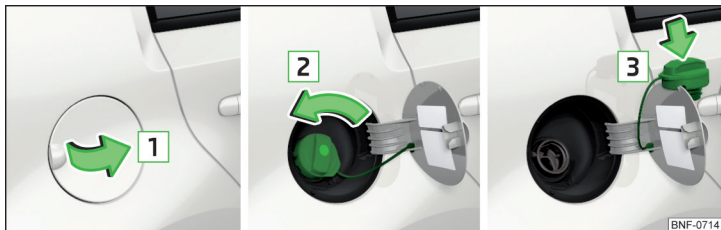

Fig. 133 Abrir a tampa do depósito / desenroscar a fechadura do depósito / encaixar a fechadura do depósito na tampa do depósito
- Rebatê a tampa do depósito no sentido da seta [1] » Fig. 133.